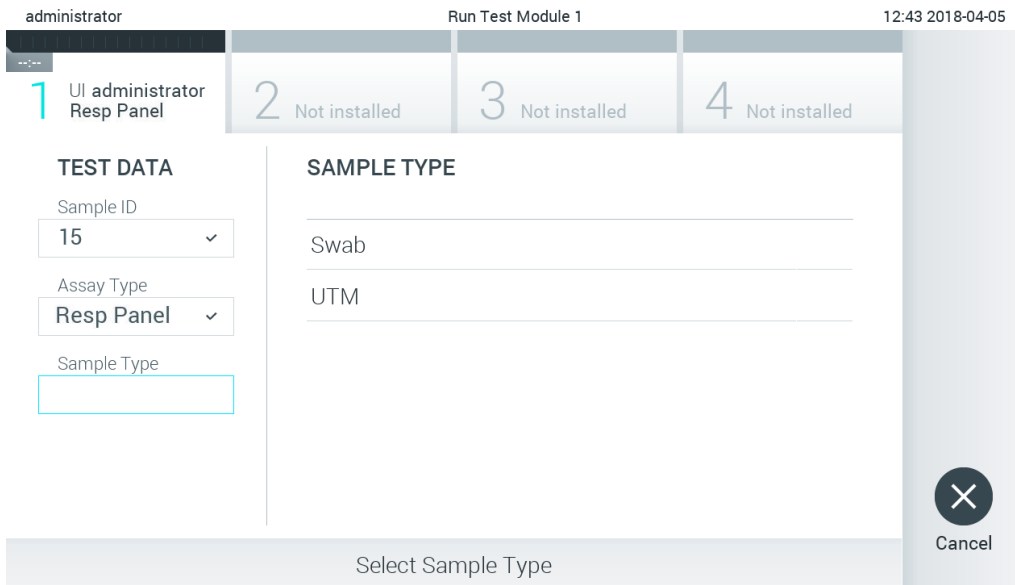

Figura 84. Selecionando o tipo de amostra.
5. O campo Assay Type (Tipo de ensaio) será inserido automaticamente e, se necessário, um Sample Type (Tipo de amostra) apropriado deverá ser selecionado manualmente a partir da lista (Figura 84).